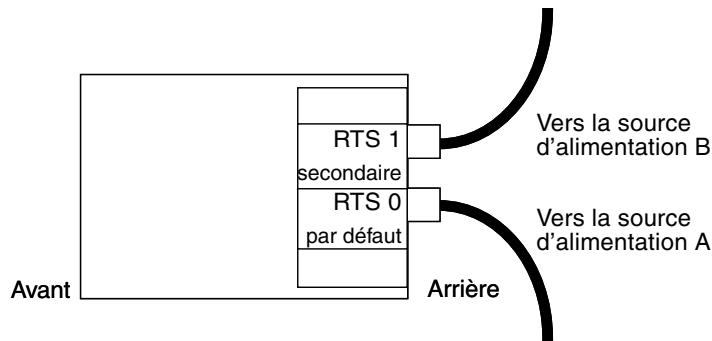

FIGURE 3-2 Configuration d'une armoire Sun Fire pour système E4900 : Une unité RTU et deux sources d'alimentation en courant alternatif indépendantes
- Dans une configuration avec une unité RTU et deux sources d'alimentation en courant alternatif indépendantes, vous devez connecter deux câbles, tous les deux à l'arrière du système (FIGURE 3-2).